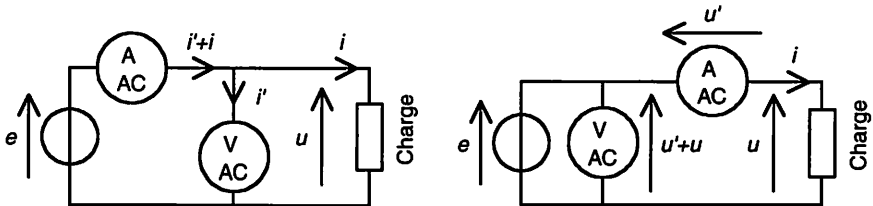

Figure 2.4 Mesures de  $U_{\text{Eff}}$  et  $I_{\text{Eff}}$  ;  $e = E_{\text{Max}} \cos(\omega t)$
- Un voltmètre AC (Alternative Current) placé en parallèle ou dérivation (Fig. 2.4) permet de mesurer la valeur efficace de la tension.
- Un ampèremètre AC placé en série (Fig. 2.4), permet de mesurer la valeur efficace de l'intensité d'un courant.